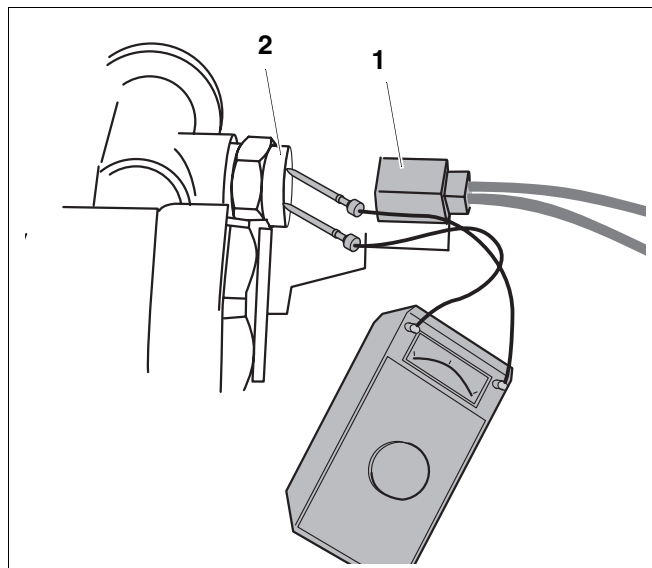

Рис. 29 Проверка датчика горячего водоснабжения
- Разъединить штекерный разъем (рис. 29, поз. 1) датчика (рис. 29, поз. 2).